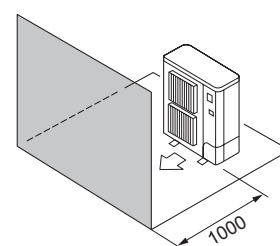

Fig. 2-9
- ④ Prepreke samo na prednjoj strani (Fig. 2-9)